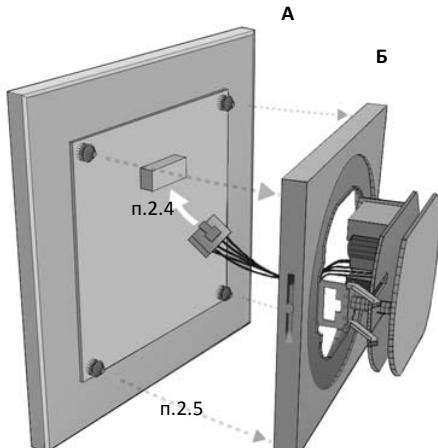

Рис. 1 Состав (A, Б) и порядок сборки (п. 2.4 и п.2.5) Q600 iW.
2.7 Сориентируйте и сомкните ответные части разъема шлейфа - блока светорегулятора и сенсорной панели (рисунок 1).
2.8 Сориентируйте сенсорную панель разъемом вверх и присоедините к блоку светорегулятора, обеспечивая ее равномерный прижим до защелкивания в замках (см. рисунок 1).